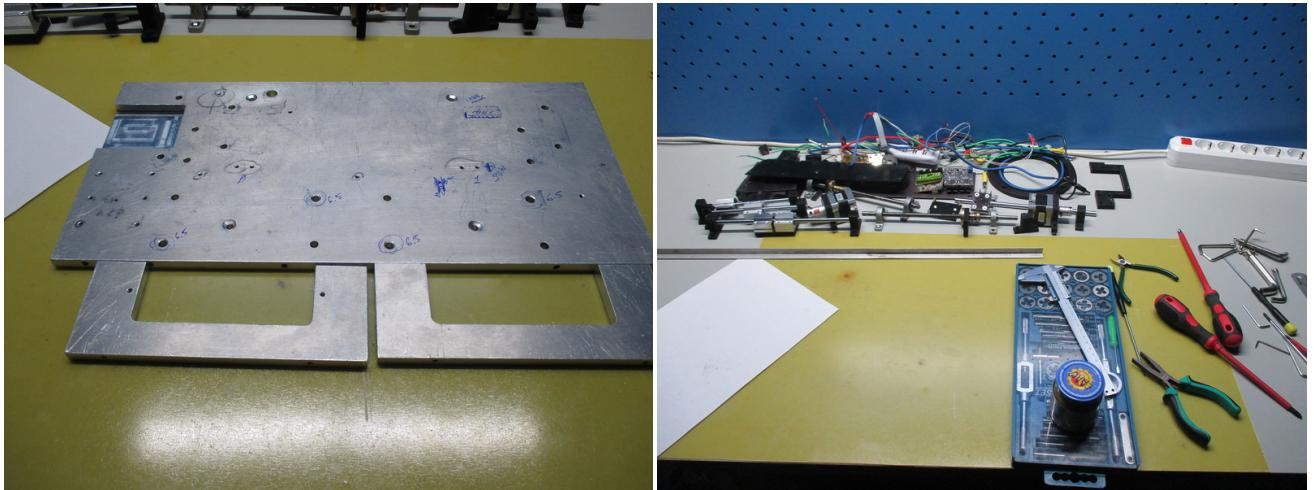

Рис. 31: Прибор в разобранном виде.
**18.** Отсоединить от панели ребра жесткости (см. рис. 31). При необходимости разобрать оставшиеся мелкие узлы прибора.